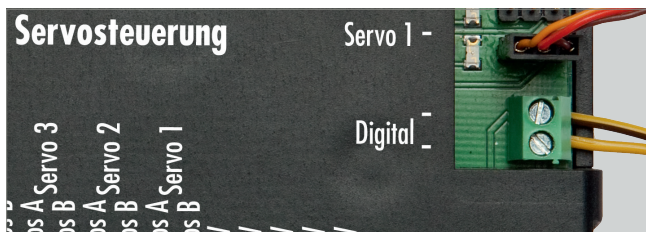

Abb. 5: Digitalzentrale anschließen
- ▶ Wenn Sie Servos über eine Digitalzentrale **einstellen** möchten, schließen Sie die Servosteuerung mit dem Anschluss »Digital« an einen Programmiergleis-Anschluss einer Digitalzentrale an, siehe Abb. 5.
- ▶ Wenn Sie Servos über eine Digitalzentrale **bedienen** möchten, schließen Sie die Servosteuerung mit dem Anschluss »Digital« an einen Gleisausgang einer Digitalzentrale an, siehe Abb. 5.